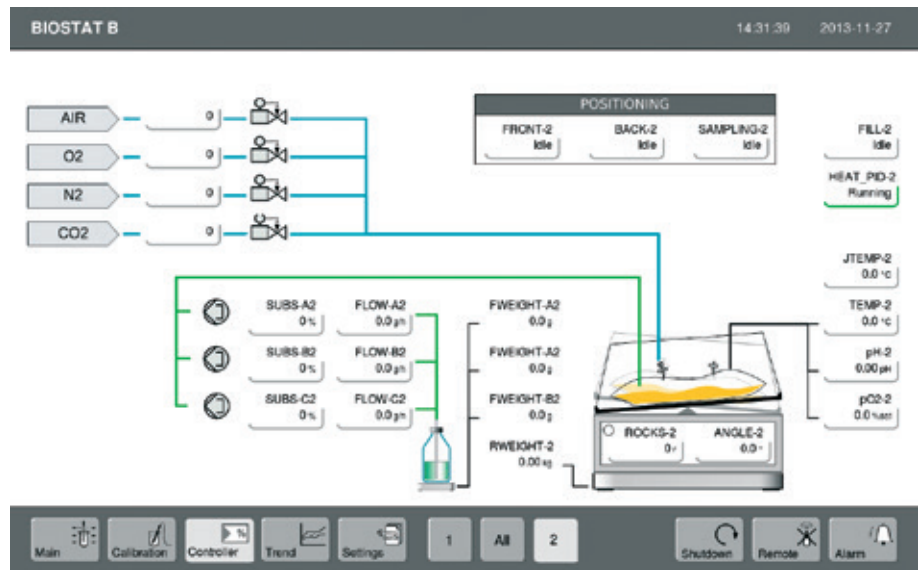

Abb.9-45: Funktion "POSITIONING"
- Drücken Sie im Arbeitsbereich des „Controller“ Menüs [➡ Abb.9-45] die Funktions Taste "ANGLE"